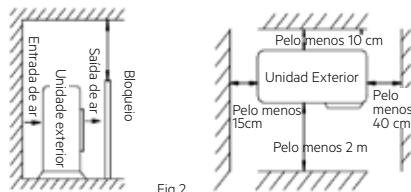

Fig 2
- A distância de instalação deve ser respeitada, como ilustrado na Fig. 2.